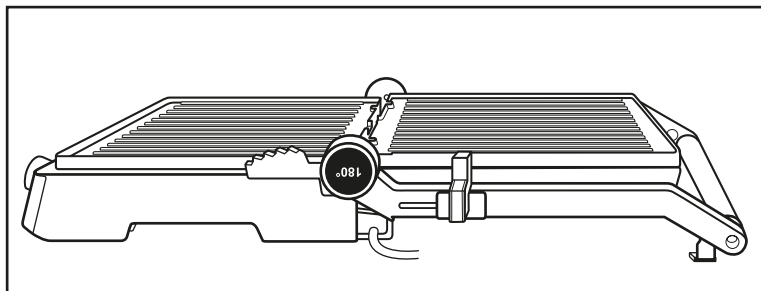

Abb. 2
- 3) Die Heizplatten ⑩ liegen nun nebeneinander und können als Tischgrill genutzt werden (Abb. 2).